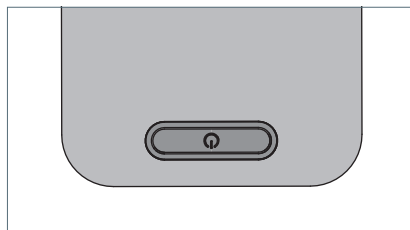

Fig. 5: Touche.
- Appuyez sur la touche, voir Fig. 5.
- Appuyez sur la touche et tenez-la appuyée, voir Fig. 5.